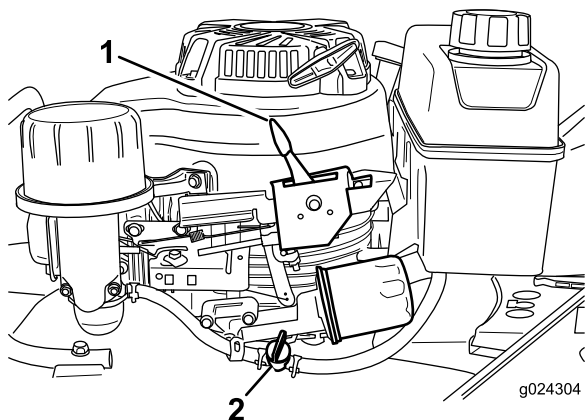

Figura 12
2. Abra la válvula de combustible (**Figura 12**).
3. Mueva la palanca de control del acelerador (**Figura 12**) a la posición de Estárter.
Suelte la barra de control de la cuchilla y mueva la palanca de control del acelerador (**Figura 12**) a la posición de Parada.
Nota: Cierre la válvula de combustible (**Figura 12**) a menos que vaya a volver a arrancar el motor en breve.